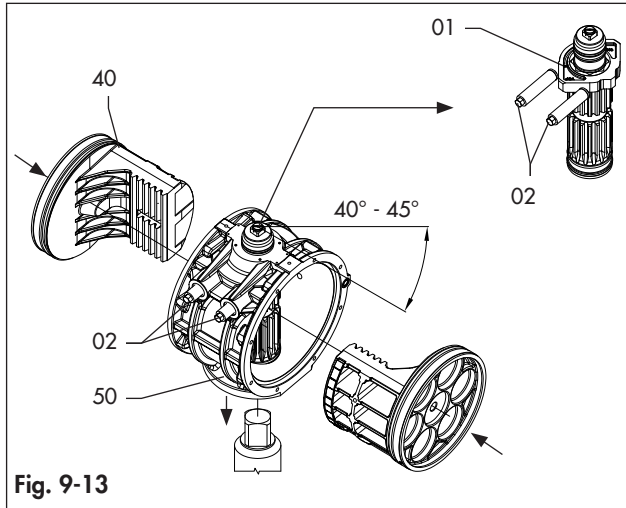

Fig. 9-13
- Introduzca la conexión hembra del eje de transmisión (60/60.1) en una junta de coplamiento correctamente fijada. (Fig. 9-13)
- Gire el cuerpo (50) en unos 40°-45° en el sentido de las agujas del reloj desde la vista superior, como aparece en la fig. 9-13. Asegúrese de que el octi-cam (01) está orientado correctamente, de acuerdo con la fig. 9-13.